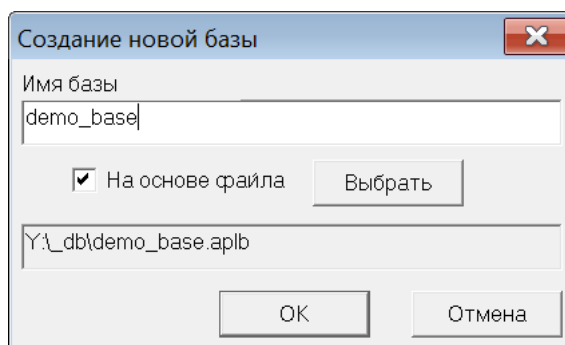

Рис. 4-4 – Окно «Создание новой базы»
5) Для присоединения имеющейся БД необходимо установить флажок в поле «На основе файла» (рис. 4-4).